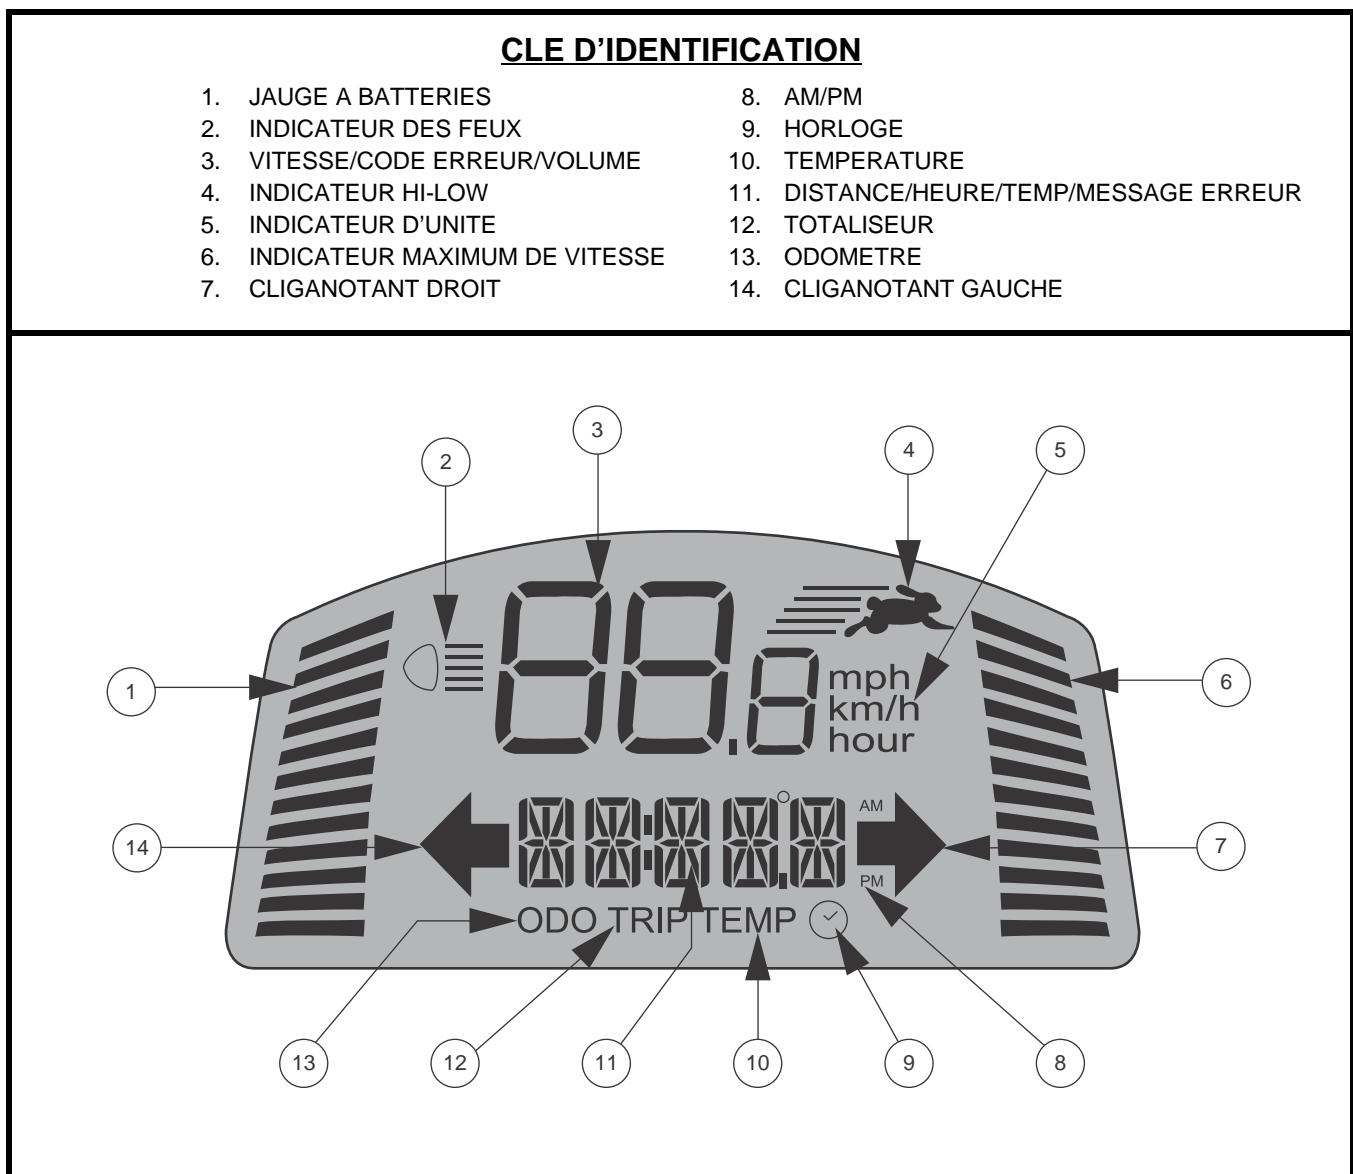

Figure 2. Écran LCD
- Appuyer une fois sur le bouton Hi-Lo pour fixer le réglage de la vitesse à Hi. L'indicateur Hi-Lo s'affiche sur l'écran LCD. Voir la figure 2. L'utilisation de ce paramètre en conjonction avec les boutons de réglage de la vitesse permet au VMP d'atteindre des vitesses jusqu'à la vitesse maximale préprogrammée pour le VMP.
Ces boutons de réglage permettent de présélectionner et de limiter la vitesse de votre VMP. Ceci est indiqué par l'indicateur de vitesse maximum sur l'écran LCD. Voir la figure 2.
NOTE: Plus de barres sont affichées sur l'indicateur de vitesse maximum, plus votre vitesse maximum présélectionnée sera élevée. Voir la figure 2.
Le panneau de commande LCD donne des informations intuitives via l'écran LCD. **Voir la figure 2.** L'écran LCD est également utilisé lors de la configuration initiale (activation) des différents paramètres du panneau de commande. **Voir la tableau 1.**